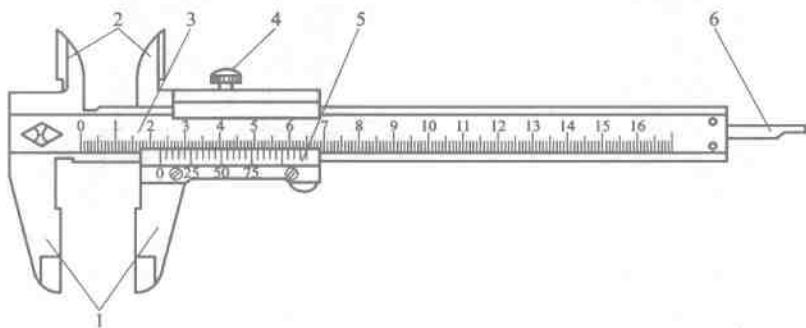

图 1—8 三用游标卡尺
(1) 游标卡尺的结构。游标卡尺（见图 1—8）可分为三用游标卡尺和双面量爪游标卡尺两种，主要由尺身、游标、内量爪、外量爪、深度尺、锁紧螺钉等组成。